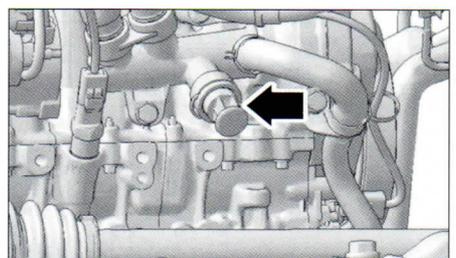

FIG. 15
- Mover el bloque motor retirando el tapón (fig. 15).